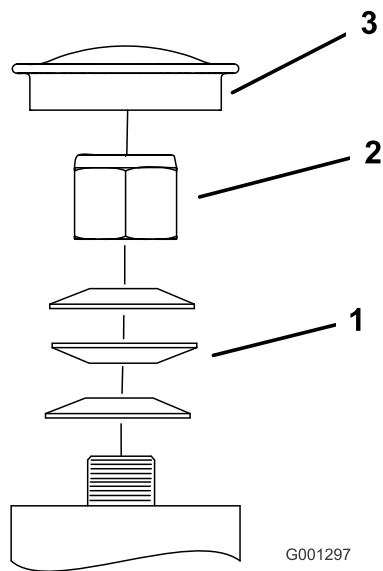

Figura 56
3. Retire o tampão antipoeira da roda e aperte a porca de bloqueio (Figura 56).
4. Aperte porca de bloqueio até que as anilhas de mola estejam planas e, em seguida, recue 1/4 de volta para aplicar devidamente a pré-carga nos rolamentos (Figura 56).
Importante: Certifique-se de que as anilhas de mola estão corretamente montadas como se mostra na Figura 56.
5. Instale o tampão antipoeira (Figura 56).